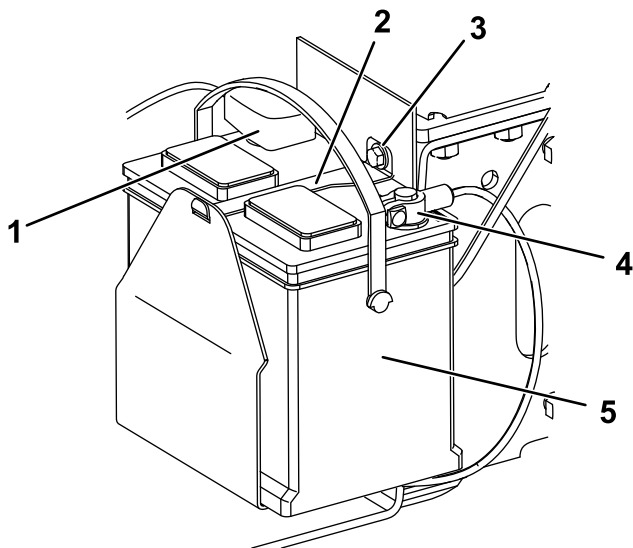

Figura 38
1. Bullone (3) 2. Pannello di accesso alla batteria
5. Rimuovete il bullone, la rondella e la barra che fissano la batteria (Figura 38).
6. Staccate il cavo negativo (nero) di terra dal polo della batteria (Figura 38). Conservate i dispositivi di fissaggio.
8. Staccate il cavo positivo (rosso) dal polo della batteria (Figura 38). Conservate i dispositivi di fissaggio.
- Utilizzate i fermi rimossi in precedenza per montare il cavo positivo (rosso) sul morsetto positivo (+) della batteria (Figura 38).
- Utilizzate i fermi rimossi in precedenza per montare il cavo negativo (nero) sul morsetto negativo (-) della batteria (Figura 38).
- Fissate la batteria con la barra, il bullone e la rondella (Figura 38).